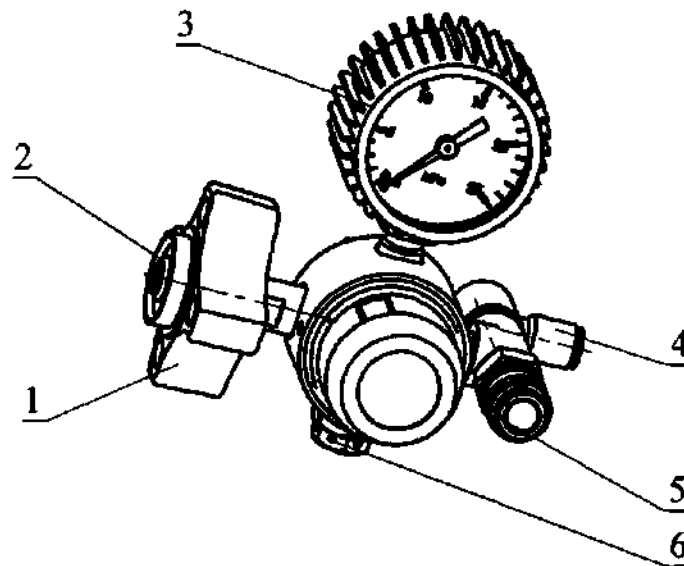

Рисунок 2 – Редуктор кислородный
4.2 Кислородный редуктор (рисунок 2) предназначен для обеспечения понижения давления кислорода с давления в баллоне до рабочего.
Накидная гайка 1 (рисунок 2) предназначена для подсоединения регулятора подачи кислорода к вентилю кислородного баллона. Герметичность соединения обеспечивается прокладкой 2.
Фитинг 4 предназначен для подвода к регулятору кислорода от редуктора (рис.2).
Прокладка предназначена для замены в случае повреждения прокладки 2 (рисунок 2).
В зависимости от планируемых работ дозарядите баллон кислородом. Закрыйте вентиль баллона и отсоедините кислородный редуктор, отвернув накидную гайку 1 кислородного редуктора (см. рис. 2). Баллон отправьте на зарядную кислородную станцию или сервисный центр.